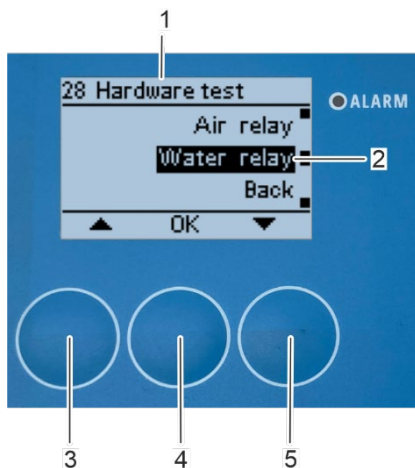

Abbildung 148: Öffnen Untermenü „Wasserrelais“
⇒ Auf dem Bildschirm erscheint wieder das Untermenü "28 Test der Hardware" (Abbildung 148/1), das Luftrelais öffnet und es strömt keine Druckluft aus der Druckluftdüse.
1. Wählen Sie das Untermenü „Wasserrelais“ (Abbildung 148/2) mit den Pfeiltasten [nach oben] (Abbildung 148/3) und [nach unten] (Abbildung 148/5).
2. Bestätigen Sie die Auswahl mit [OK] (Abbildung 148/4).